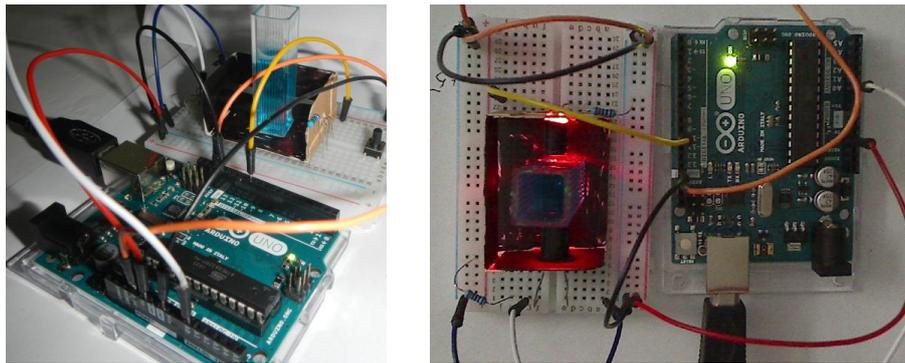

FIG. 12 – Montage du colorimètre avec  $\text{CuSO}_4$  dans une cuvette.
**Le principe :** La LED et la photo-résistance sont montées sur le breadbord à une distance  $\approx 15$  mm (fig. 12). Elles sont branchées selon les schémas dans la fig. 2a et 9 avec VCC de 3.3V. Pour pouvoir commuter les +5V de la LED, on utilise la pin digitale 10 (voir LED\_PIN dans le code). Le potentiomètre peut servir à adapter la valeur de la tension de référence ( $V_{\max}$  anticipée sur la  $R$ ) inférieure à 3.3V. La LED envoie sa lumière vers la  $R$ , éventuellement, à travers une cuvette. On évite toutes lumières parasites (caches).